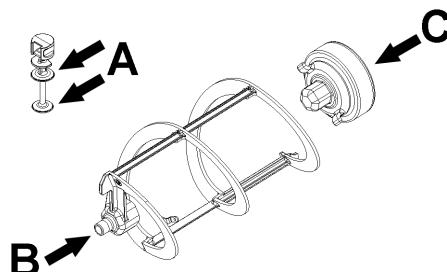
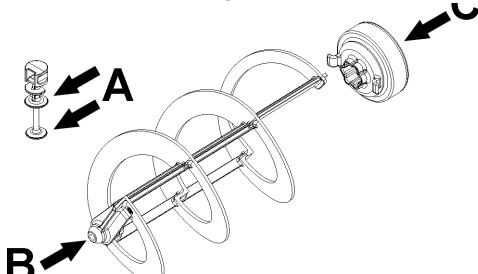

figura 9
figura 10
- 2 Lubrificar el pistón del grifo de erogación, el empalme hexagonal y el mezclador en los puntos indicados en la figura 9 (NG6) o figura 10 (NG10) utilizando exclusivamente la grasa que se entrega de serie con la máquina u otra grasa para uso alimentario.
- 3 Montar de nuevo el grifo de erogación en el recipiente con secuencia inversa respecto a la de la figura 9 o figura 9.